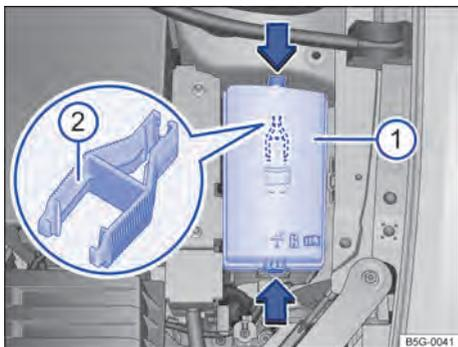

Fig. 155 No compartimento do motor: cobertura  da caixa de fusíveis com pinça de plástico .
- Pressionar os travamentos no sentido da seta → Fig. 155 (seta), para destravar a cobertura da caixa de fusíveis → Fig. 155 .
No lado interno da cobertura da caixa de fusíveis no compartimento do motor, pode haver uma pinça de plástico para a retirada dos fusíveis → Fig. 155 .